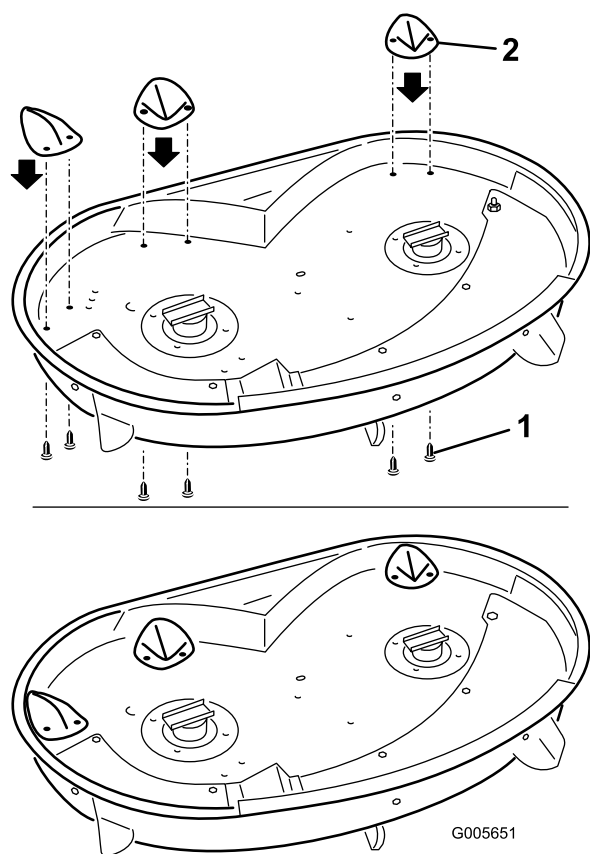

Figura 3
1. Alinee las tres placas deflectoras con los taladros hacia la parte superior del cortacésped (Figura 3). La pendiente larga de las placas deflectoras debe estar orientada hacia dentro.
2. Sujete las placas al cortacésped con seis tornillos de cruz (Phillips) (Nº 8 x 5/8 pulgada). Los tornillos deben pasar por la parte superior del cortacésped y entrar en las placas (Figura 3).